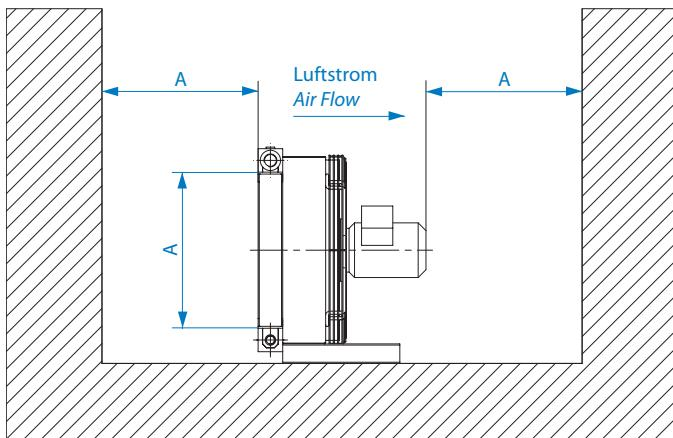

Abb. 1/diagram 1
- Bei der Installation der Kühler ist darauf zu achten, dass die Kühlluft frei ein- und ausströmen kann. Der Abstand zur Wand (A) sollte mindestens der Höhe des Kühlpakets entsprechen (siehe Abbildung 1). Andere Luftströme dürfen den Kühlstrom der ACN und DCN Öl-Luftkühler nicht kreuzen.
- When installing the cooler, please ensure that the cooling air can flow in and out freely. The distance from the wall (A) should be equal to or greater than the height of the cooling unit (see Figure 1). Ensure that no other currents of air interfere with the cooling air flow of ACN and DCN Oil-Air-Coolers.